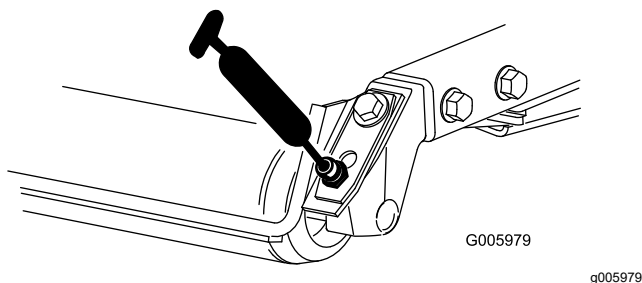

**Figura 86**
- Rulmeni cu role spate (2 per unitate de tăiere), aa cum se arată în Figura 86